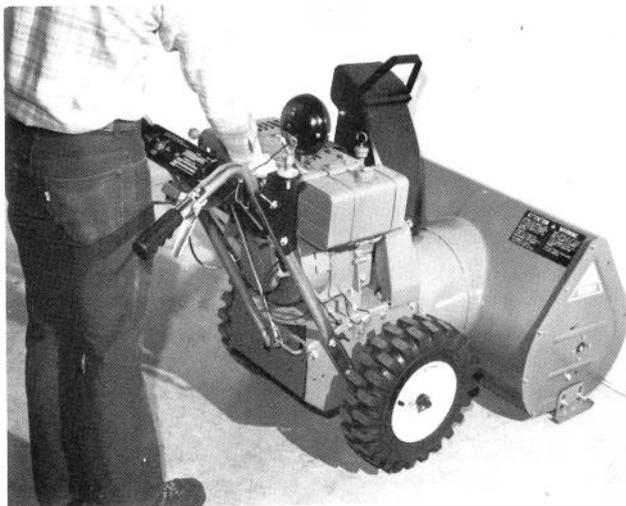

Abb. 20
2. Den Motor anlassen, Radkupplungen in Betrieb setzen und irgendeinen Vorwärtsgang einstellen. Langsam die Maschine gegen eine Wand oder einen Posten fahren (Abb. 20).